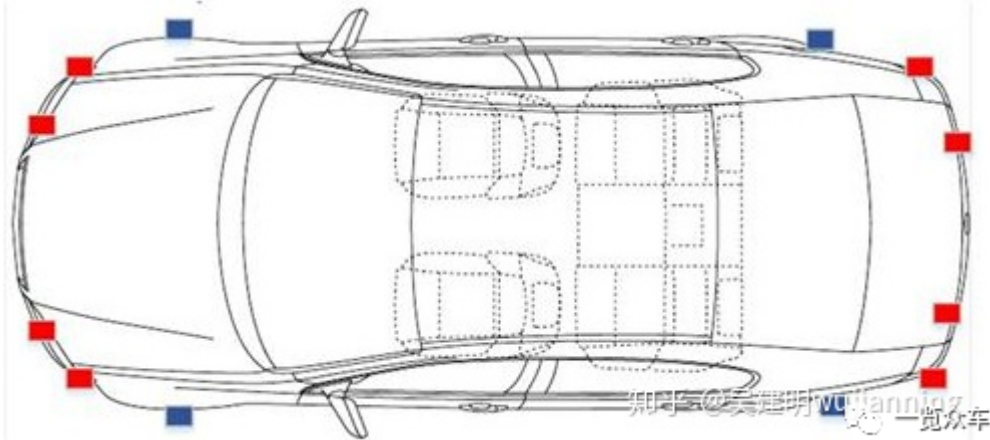

图2：8个超声波雷达：泊车过程中检测车身周边的障碍物，避免剐蹭；4个超声波雷达：泊车开始前进行车位的探测及在泊车过程中提供侧向障碍物信息
**(1) 环境感知：**如图2所示，为一种典型的超声波自动泊车系统的环境感知方案，由12个超声波雷达组成。